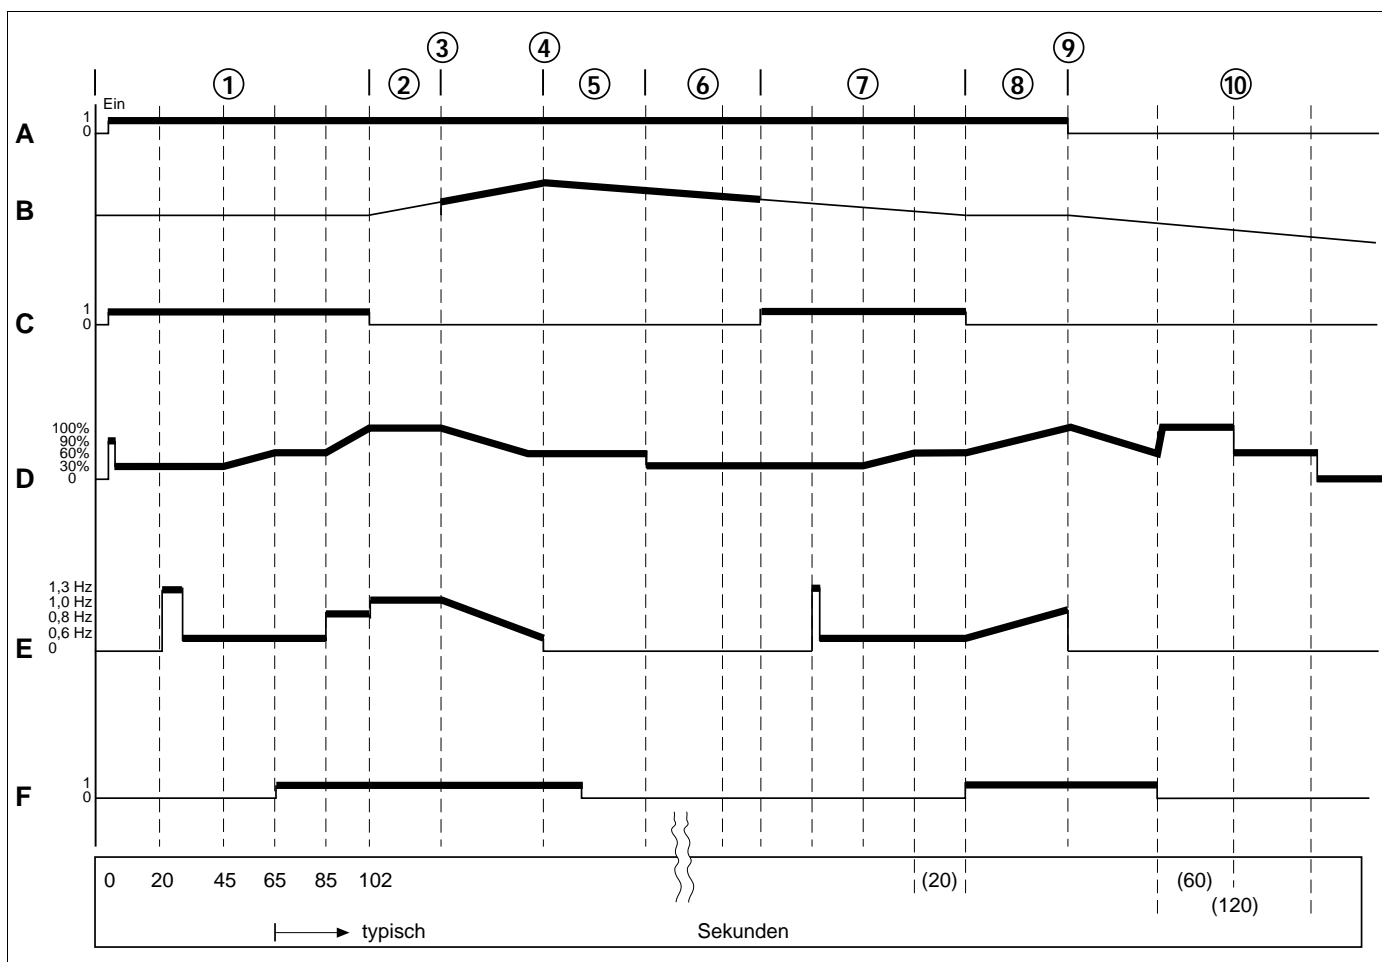

Abb. 301 Funktionsdiagramm (Air Top 2000 ohne Diagnose)
3.1 Funktionsbeschreibung Air Top 2000 ohne Diagnose (Abb. 301)